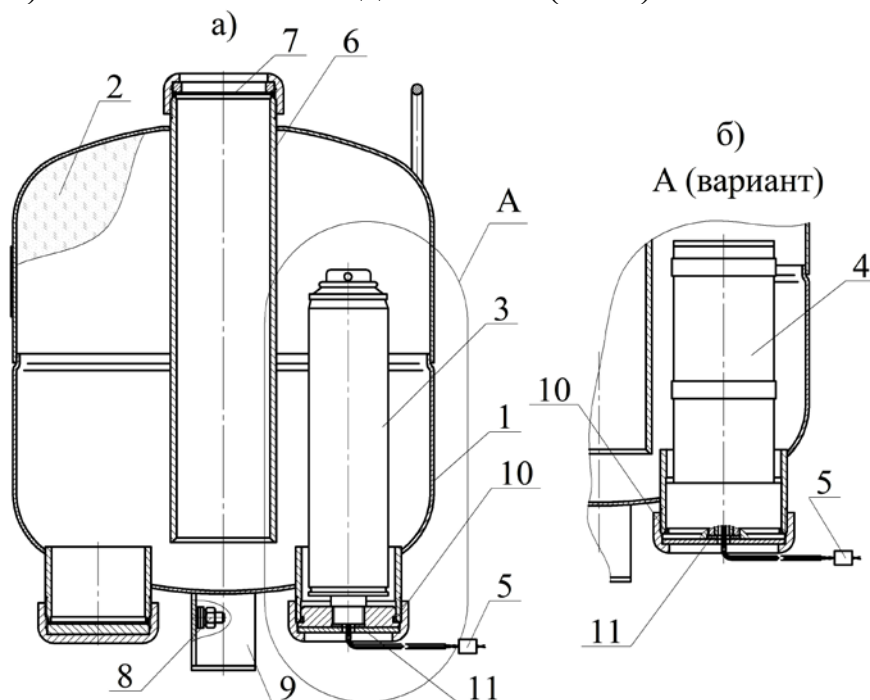

Рисунок 1
4.1.1 МПП (см. рисунок 1) состоит из корпуса **1**, в котором размещаются огнетушащий порошок (ОП) **2** и источник холодного газа (ИХГ) **3** или **4** с
7.3 Комплект поставки для перезарядки МПП(Н)-10, МПП(Н-Т)-10 (см. рисунок 1):
7.4 Комплект поставки для перезарядки МПП(Н-Т1)-10 (см. рисунок 1):